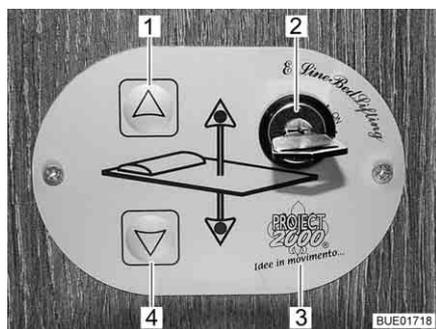
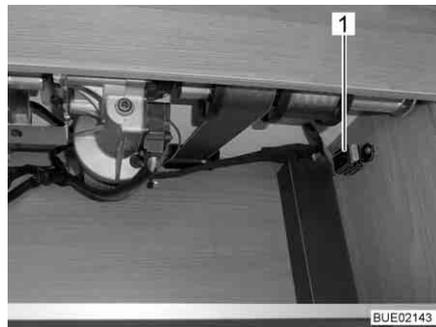

Bild 131 Bedienteil
Bild 134 Sicherung
Mit den Tasten (Bild 131,1 und 4) auf dem Bedienteil (Bild 131,3) wird das Hubbett abgesenkt oder angehoben. Mit dem Schlüsselschalter (Bild 131,2) wird das Bedienteil gegen unbefugte Benutzung gesichert.
- Schlüssel im Schlüsselschalter (Bild 131,2) um 90° im Uhrzeigersinn drehen. Das Bedienteil (Bild 131,3) ist aktiviert.
- Pfeiltaste (Bild 131,4) drücken und so lange gedrückt halten, bis das Hubbett in die gewünschte Position nach unten gefahren ist.
- Pfeiltaste (Bild 131,1) drücken und so lange gedrückt halten, bis das Hubbett in die Endstellung nach oben gefahren ist.
Wenn sich das Hubbett mit den Pfeiltasten (Bild 131,1 und 4) nicht mehr bewegen lässt, zuerst die Sicherung im hinteren Hängeschrank (Bild 134,1) prüfen. Wenn die Sicherung in Ordnung ist und sich das Hubbett trotzdem nicht bewegen lässt, kann das Hubbett manuell bedient werden.